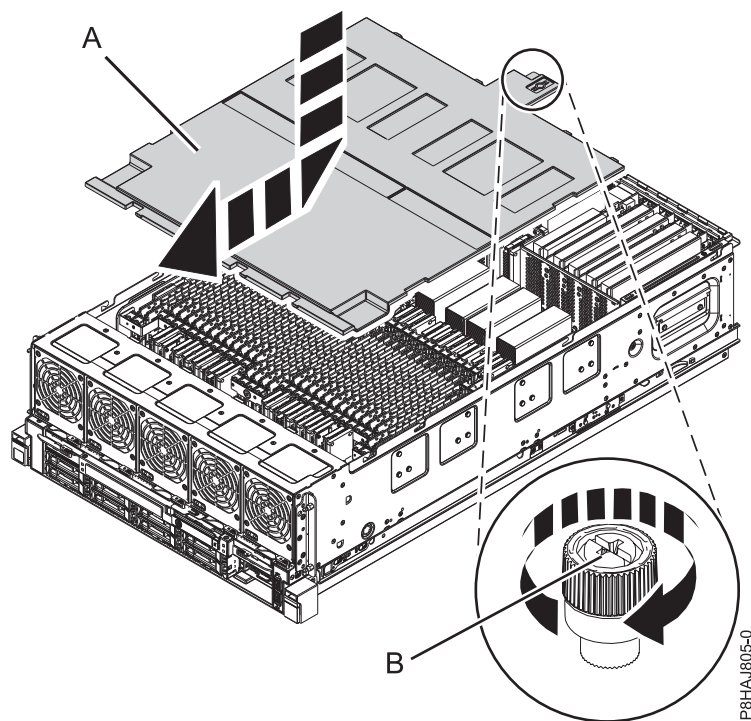

Figura 12. Substituir a tampa de segurança
2. Faça deslizar a tampa de segurança (A) em direcção ao chassis.
3. Aperte o parafuso de aperto manual (B) ao rodá-lo na direcção apresentada na Figura 12 na página 33 para fixar a tampa de segurança ao chassis.